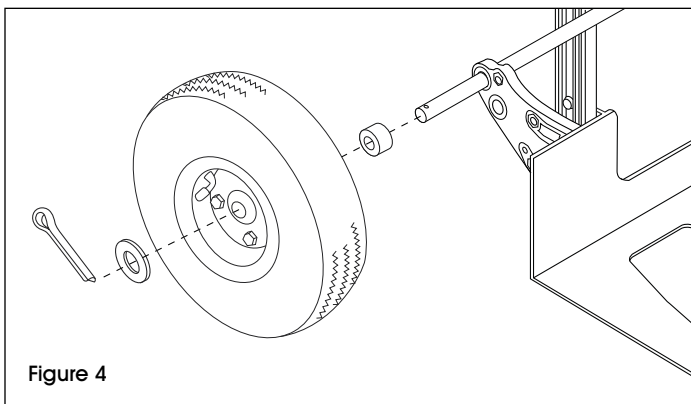

Figure 4
3. Enfilez une entretoise à chaque extrémité de l'essieu. Enfilez une roue sur chaque extrémité de l'essieu. Enfilez une rondelle à chaque extrémité de l'essieu. (Voir Figure 4)
4. Insérez une goupille fendue dans le trou à chaque extrémité de l'essieu. Repliez les goupilles à l'aide de pinces afin de fixer les roues en place. Les roues doivent tourner librement. (Voir Figure 4)